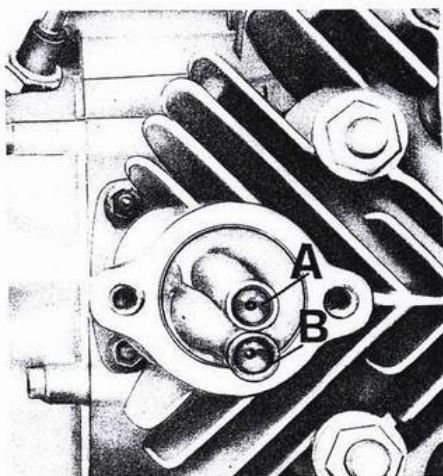

Abb. 32
Anm.: Man merke sich, daß sich die innere Stößelstange (A) "Einlaß" oben befinden muß, während sich die Stößelstange (B) "Auslaß" unten befinden muß (s. Abb. 32).